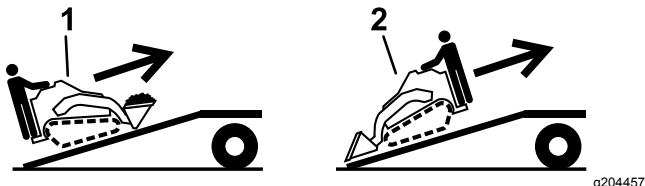

Figura 20
5. Cargue la máquina en el remolque por la rampa con el extremo más pesado hacia arriba, y la carga en la posición más baja posible (Figura 20).
1. Baje la rampa (Figura 20).